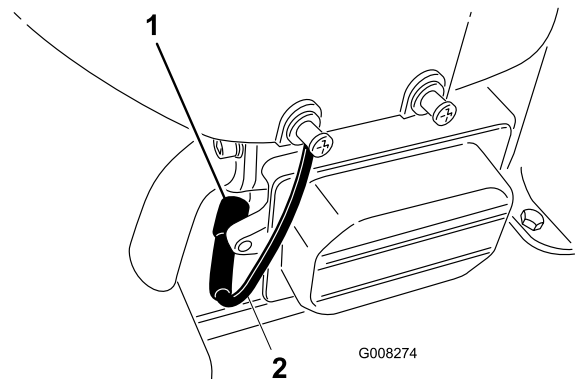

Bild 26
6. Klemmen Sie das Zündkabel von der Zündkerze ab (Bild 26).
8. Entfernen Sie die Zündkerze und die Metallscheibe (Bild 26).
3. Schließen Sie den Zündkerzenstecker an die Zündkerze an (Bild 26).